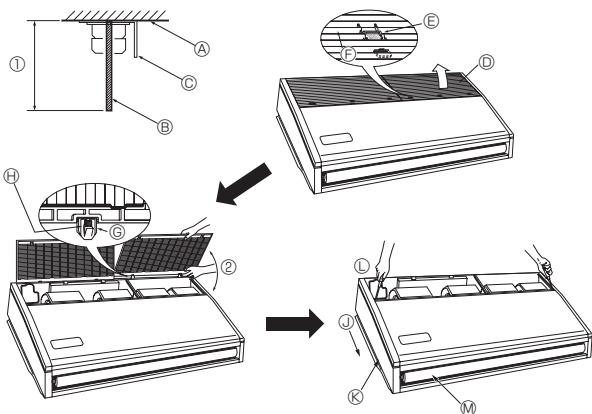

Fig. 3-4
3.2.4. Klargøring af den indendørs enhed (Fig. 3-4)
- Afmål længden fra loftet (① inden for 100 mm).